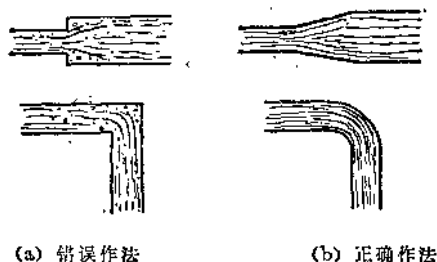

图 1—1 管道的变径与转弯
2. 为了减少局部阻力，应尽量减少转弯点，多用煨制弯头和冲压弯头，少用焊接弯头，弯头和虾米腰应尽量拐大弯，管道转弯和变径时应避免采用图 1—1(a)的错误作法，而应采用图 1—1(b)的正确作法。